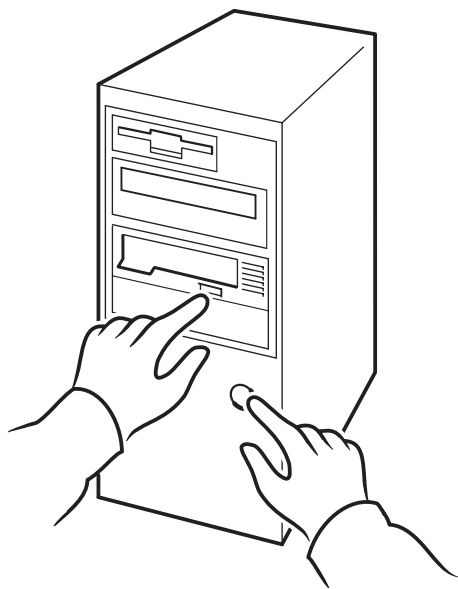

图 12b: 使用 HP OBDR, 第 2 步
- 2 按住磁带机的“Eject”（弹出）按钮按住“Eject”（弹出）按钮，打开服务器的电源（请参见图 12b）。此操作会激活 HP 单按钮灾难恢复过程。在执行 OBDR 顺序过程中，当前面板上的“Ready”（就绪）指示灯闪烁时，请立即松开按钮。这是一个重复模式：闪烁 - 稳定发亮 - 闪烁。